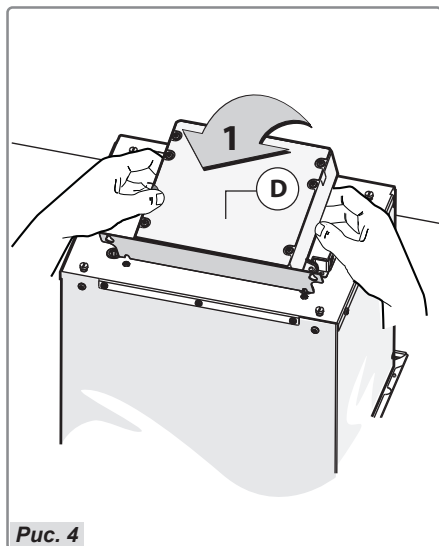

Рис. 4
- Для установки кухонной вытяжки следует вертикально выровнять блок электрооборудования (рис. 4).